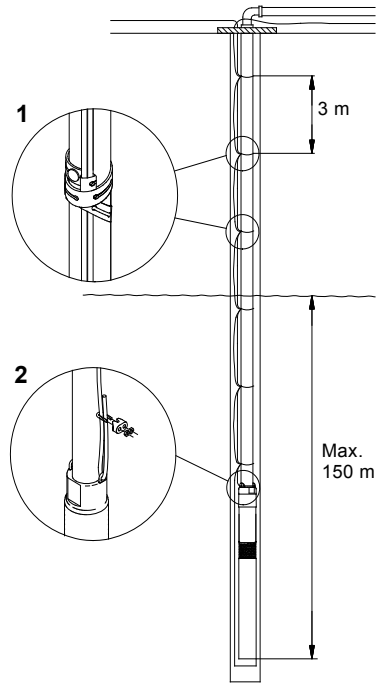

Fig. 11
Fig. 11 visar en pumpinstallation med upplysning om:
Kabelklammer skall användas var 3:e meter, se fig. 11.
Max. installationsdjup under statisk vattenspiegel: 150 m, se fig. 11.
Det rekommenderas att säkra pumpen med en avlastad vajer, se fig. 11, pos. 2.